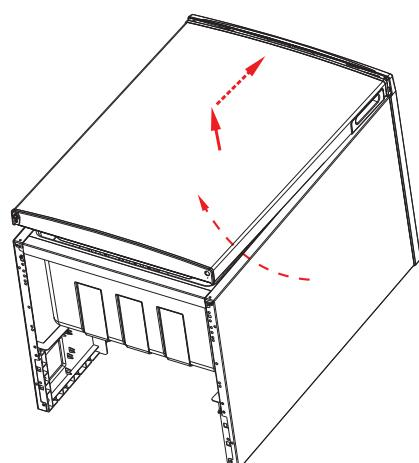

Fig. 17
- ▶ Sæt køleskabsdøren på køleskabet igen, ved at skubbe køleskabsdøren let skråt opad nede fra (fig. 17). Vær opmærksom på, at hængselstappen for øverste hængsel sidder i hængelsbøsningen på køleskabsdørens overside, og at tætningen lukker korrekt med husets kant.